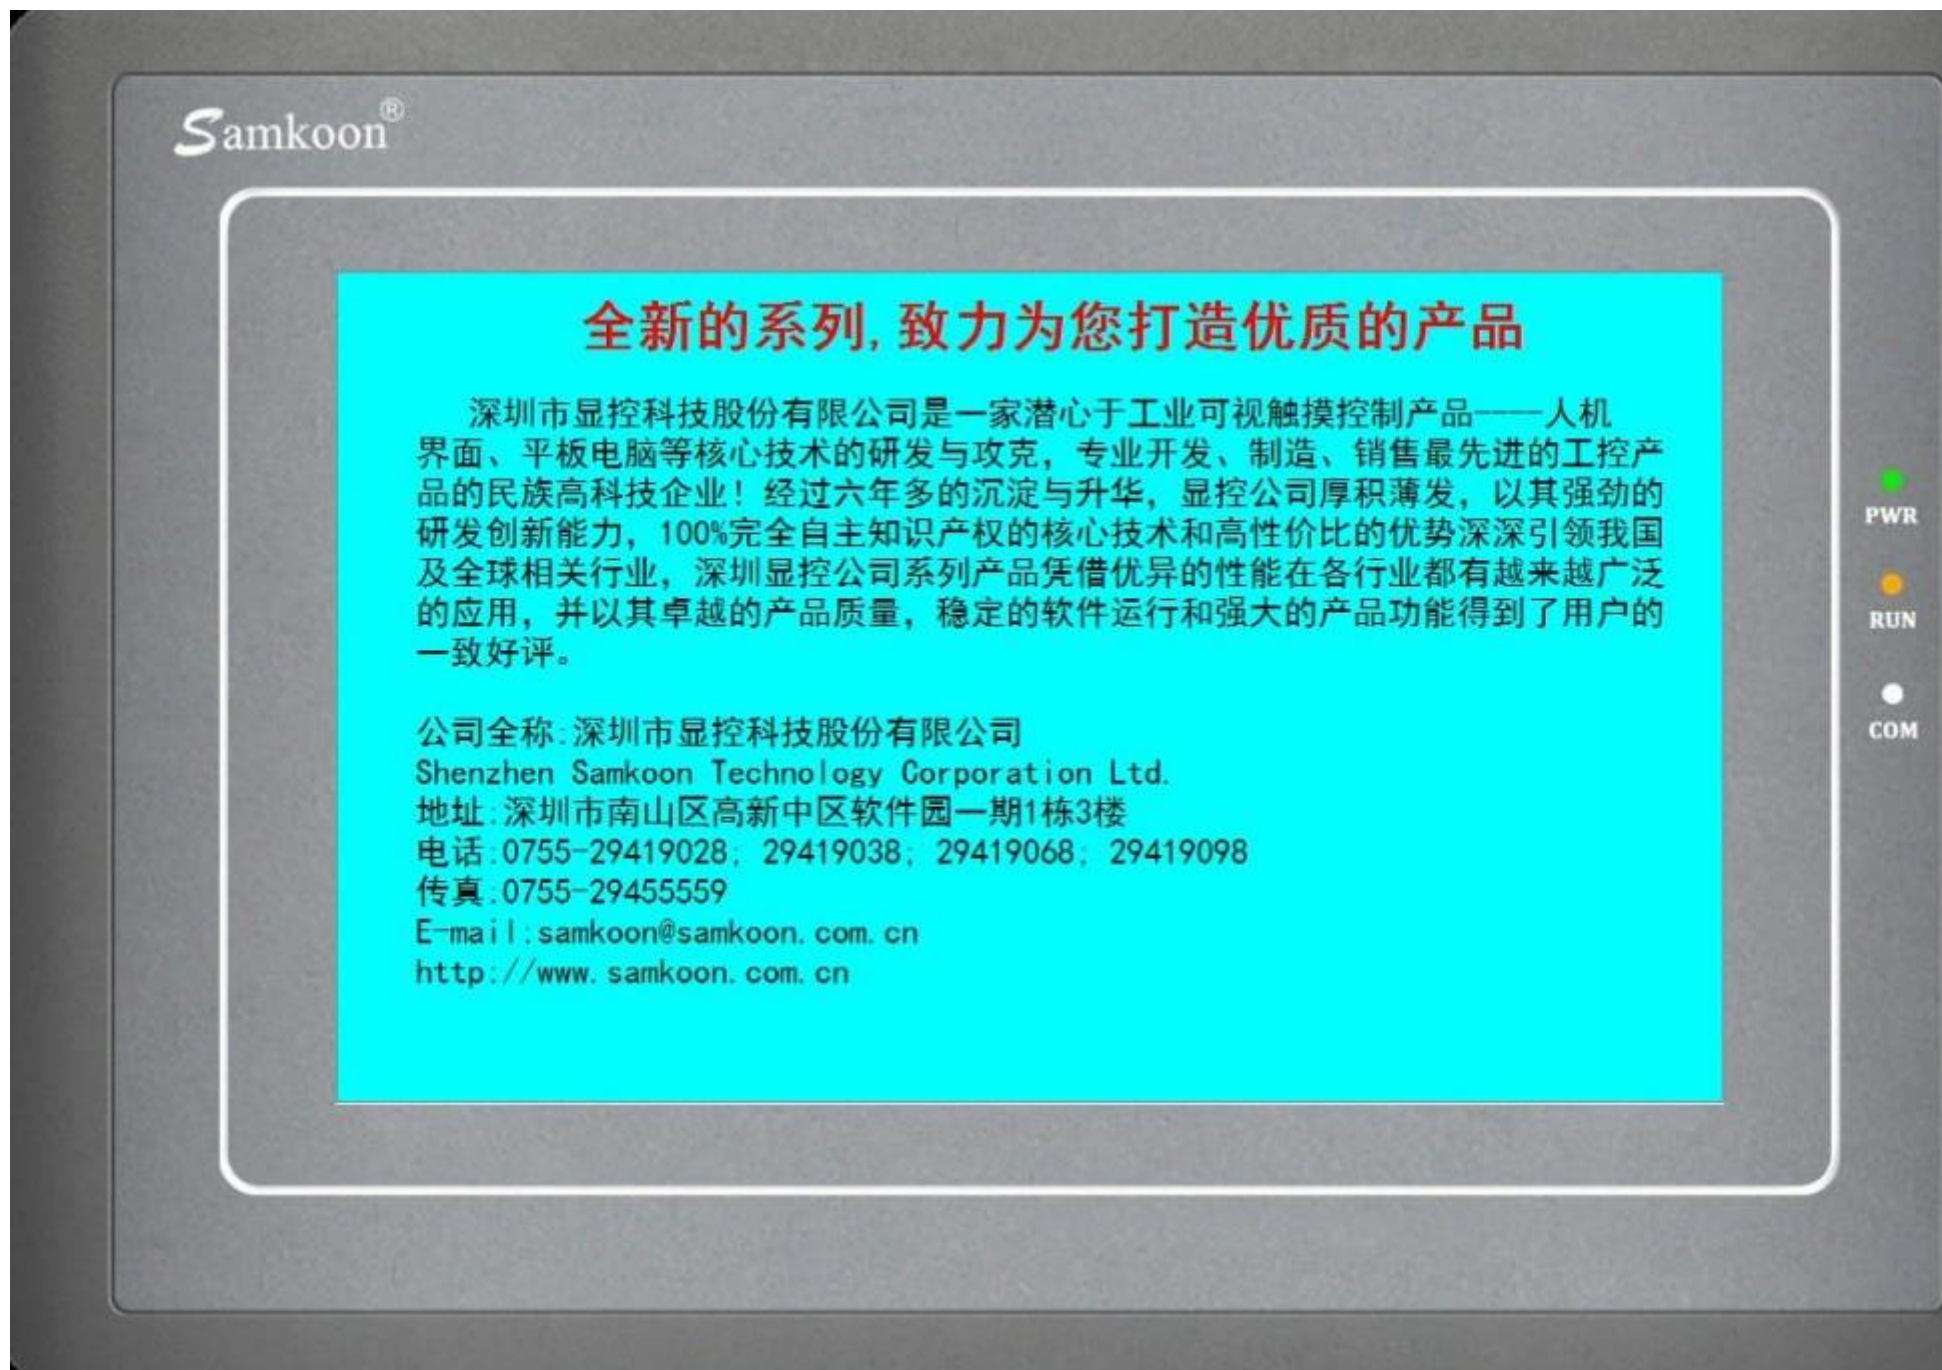

图 2-2 自动运行界面
- 插入光盘后会自动弹出 SKTOOL 安装程序窗口（如没有窗口弹出，则直接打开光盘，执行文件 Setup.exe），SKTOOL 安装程序窗口如下图 2-2 所示：
- 在安装程序窗口中选择“安装 SKTOOL”，即在图 2-2 中安装 SKTOOL 位置单击左键启动安装程序开始安装；